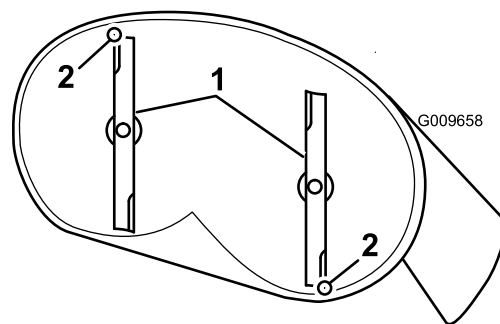
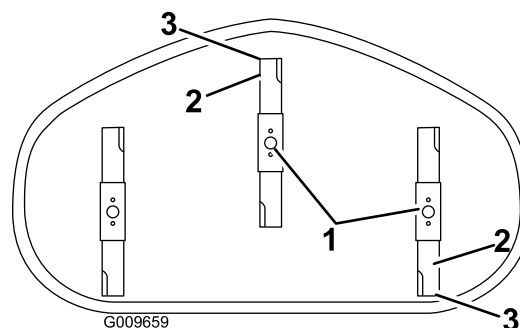

Bild 63
Bild 64
4. Drehen Sie die Messer vorsichtig, sodass sie in Längsrichtung zeigen (Bild 63 und Bild 64).
5. Messen Sie zwischen der Messerspitze vorne und hinten und der flachen Oberfläche (Bild 63 und Bild 64).
9. Überprüfen Sie nach dem Einstellen erneut die Neigung in Längsrichtung. Stellen Sie die Mutter ein, bis die vordere Messerspitze um 1,6 mm bis 7,9 mm tiefer liegt als die hintere Messerspitze (Bild 63 und Bild 64).